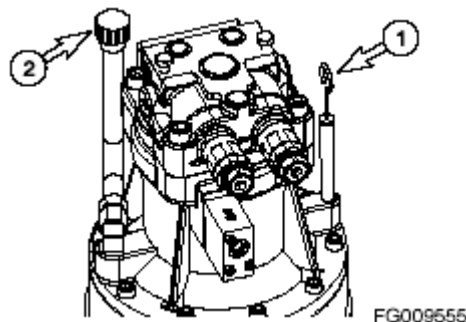

Рисунок 25
1. Достаньте масляный щуп (1, рисунок 25) и тщательно протрите его куском чистой ткани.
2. Полностью погрузите щуп (1, рисунок 25) в трубку для определения уровня масла.
4. Если уровень масла на щупе находится ниже отметки «LOW» («МИН.»), долейте масла, открутив крышку маслоналивной горловины двигателя (2, рисунок 25).